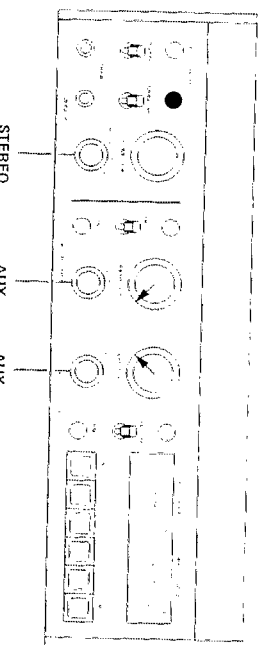

Fig. 6.5.-7
Für die Messung der Stereo-Übertragungsleistung wird der NF-Generator an den Eingang (48) AUX INPUT angeschlossen. Bedienungselemente nach Fig. 6.5.-7 einstellen.
- Selektives Voltmeter an Ausgang (51) OUTPUT R anschließen.
- Messung R (51) L (51).
To measure the stereo crosstalk performance connect audio generator to AUX INPUT L (48). Set operating controls as per fig. 6.5.-7.
- Connect wave analyzer to OUTPUT R (51).
- Crosstalk R (51) L (51).